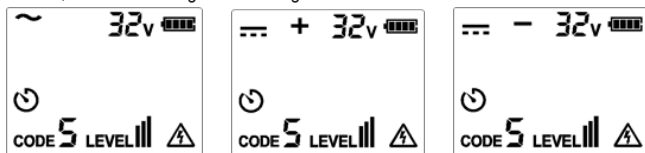

Abbildung 10.1.2a Spannung über 30 V
- Überprüfen Sie, ob der Anschluss der Messleitungen korrekt ist. Bei einem Stromkreis mit einer Spannung von über 30 V AC/DC leuchtet das Warnsymbol auf, wie in Abbildung 10.1.2a dargestellt.